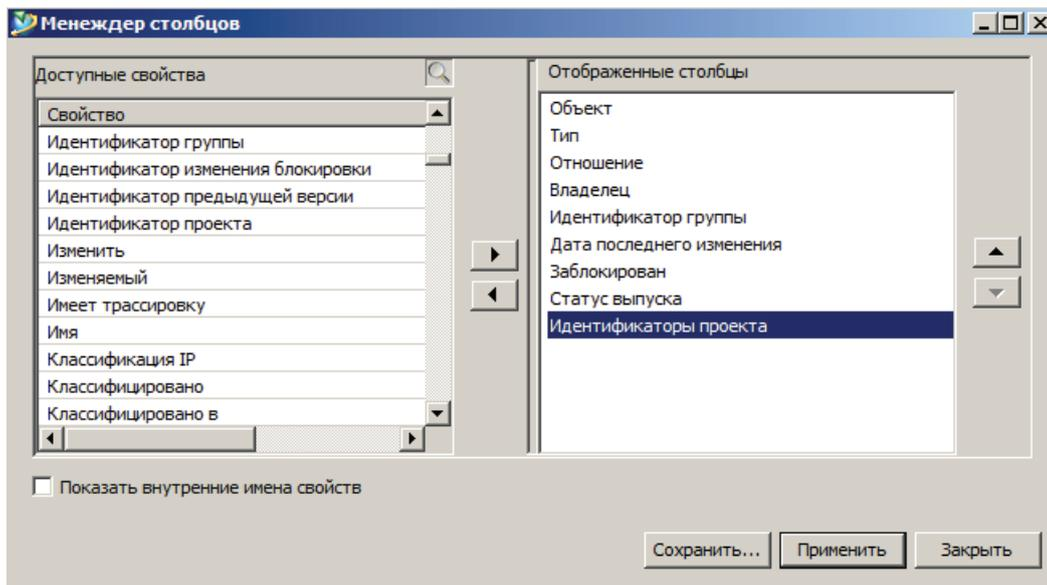

Рисунок 10.9
- нажать кнопку **Применить** и закрыть диалог (рис. 10.9).